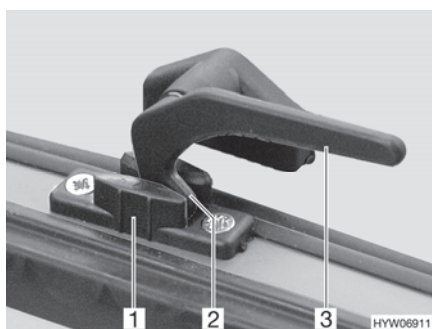

Fig. 70 Palanca de bloqueo en la posición de "ventilación continua"
- En la posición "ventilación continua" (Fig. 70)
- Girar todas las palancas de bloqueo (Fig. 70,3) un cuarto de vuelta hacia la mitad de la ventana.
- Girar de nuevo hacia atrás las palancas de bloqueo. El saliente de bloqueo (Fig. 70,2) se ha de introducir para ello siempre en el rebaje del bloqueo de la ventana (Fig. 70,1).